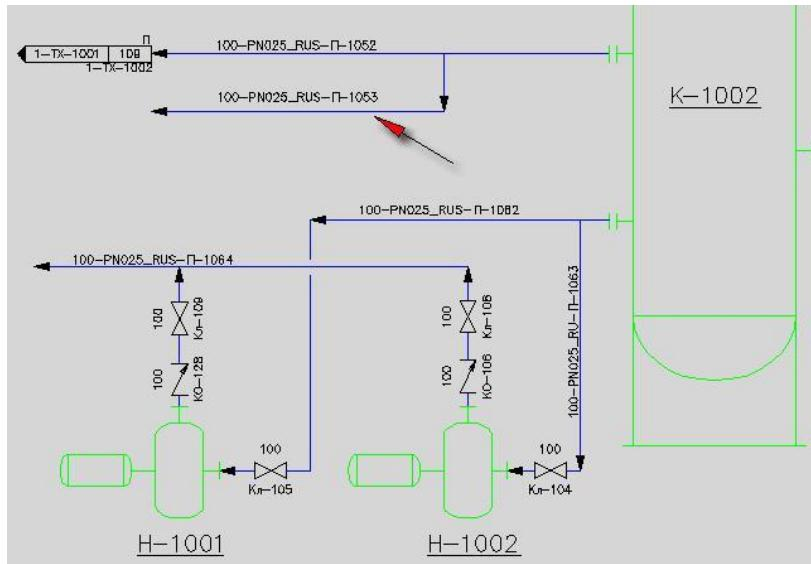

Рис. 23
- От линии 1052 создайте ответвление, присвоив новой линии идентификатор **100-PN025_RUS-П-1053**. Чтобы создать новую линию от уже существующей, после указания первой точки линии наберите в командной строке букву **C** (в русской раскладке клавиатуры) (Рис. 23).